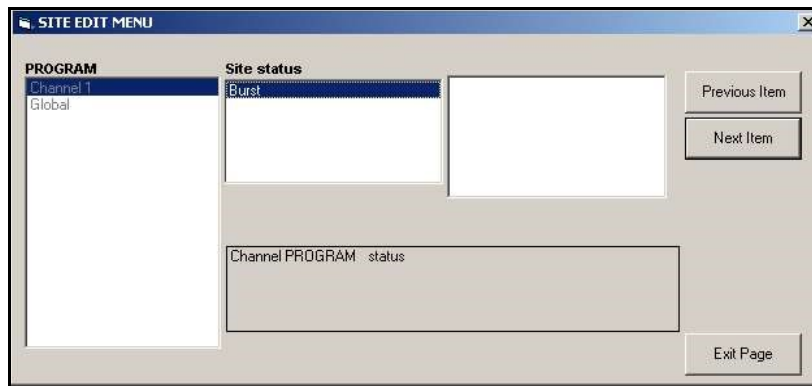

Figure 44: option Status (État) du menu Channel (Voie)
2. Dans le volet du milieu, cliquez deux fois sur l'option Status (État). La fenêtre illustrée *Figure 44* apparaît.